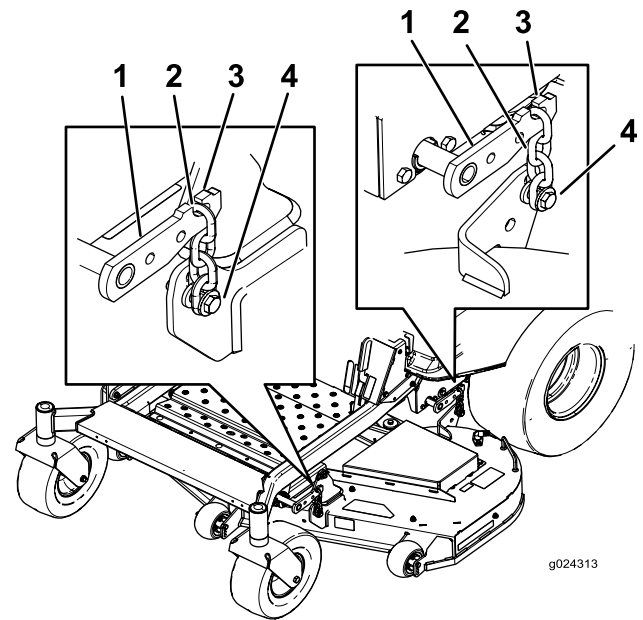

Figura 67
7. Retire las cadenas de los ganchos de los brazos de elevación de la carcasa (Figura 67).
6. Eleve la parte trasera de la carcasa de corte y conecte las cadenas a los brazos de elevación traseros (Figura 67).
7. Conecte las cadenas delanteras a los brazos de elevación delanteros (Figura 67).